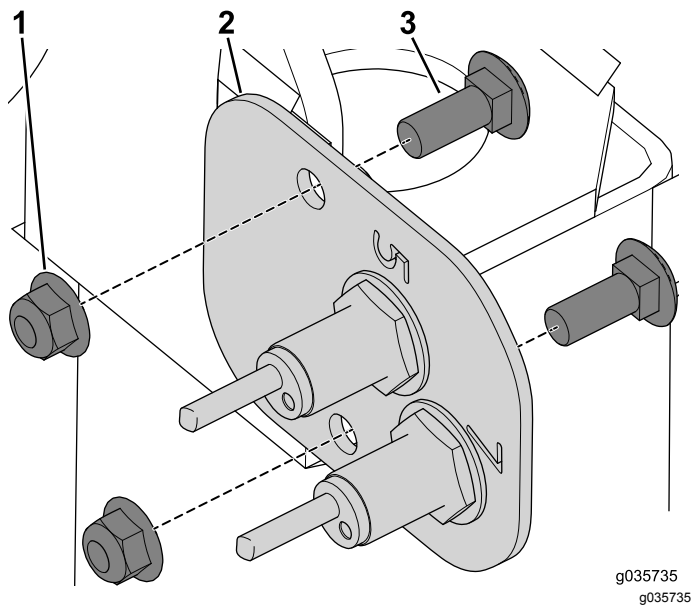

Figure 4
8. Retirez les boulons de carrosserie et les écrous à embase qui fixent la plaque de capteurs gauche au cadre (Figure 4).